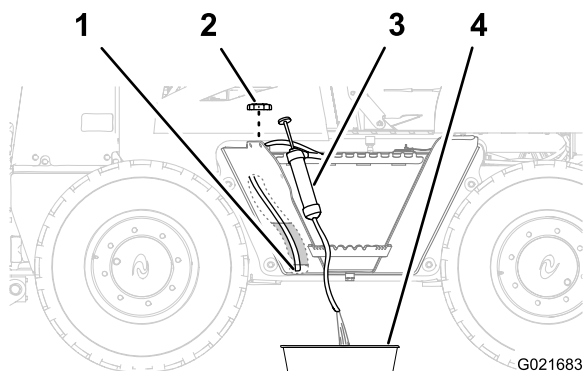

Рисунок 54
1. Снимите крышку топливного бака (Рисунок 54).
2. Проложите входной шланг сифонного оборудования через заливную горловину топливного бака и к его нижней части (Рисунок 54).
3. Направьте выпускной шланг сифонного оборудования в сливной поддон (Рисунок 54).
6. Установите крышку на заливную горловину топливного бака (Рисунок 54).